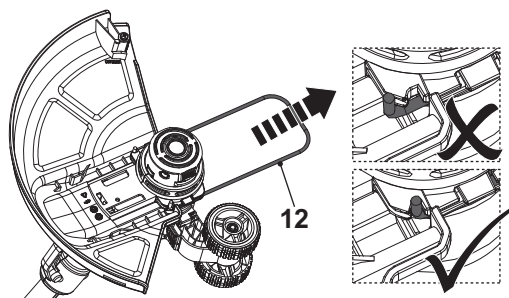

Fig. 13, position de coupe d'herbe/de bordures
1. Déployez le protège-plante (12) jusqu'à ce qu'il se verrouille pour l'opération de coupe d'herbe ou de bordures (Fig. 13).